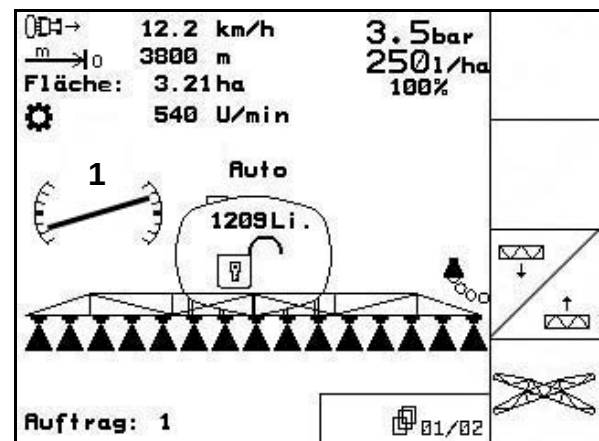

Fig. 128
- En el menú Trabajo, el símbolo regulación de inclinación (Fig. 128/1) muestra la inclinación reflejada del varillaje de rociado. Ahora está levantado el lado derecho del varillaje de rociado.